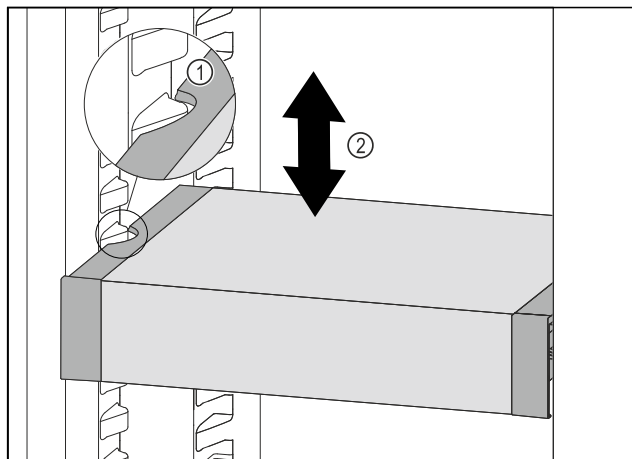

Fig. 97
- ▶ VarioSafe w chłodziarce przesunąć w górę lub w dół, aż zostanie osiągnięta żądana wysokość. Fig. 97 (2)